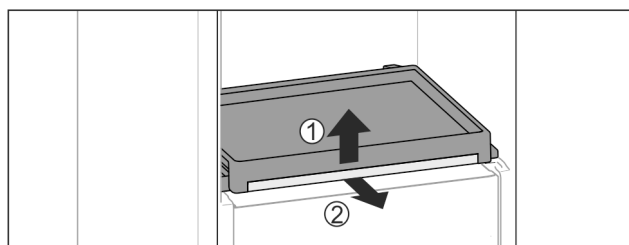

Fig. 113
- Wyjmowanie wysuwanej półki oraz szklanej płyty: Podnieść lekko szklaną płytę z przodu Fig. 113 (1) i wyciągnąć do przodu Fig. 113 (2).